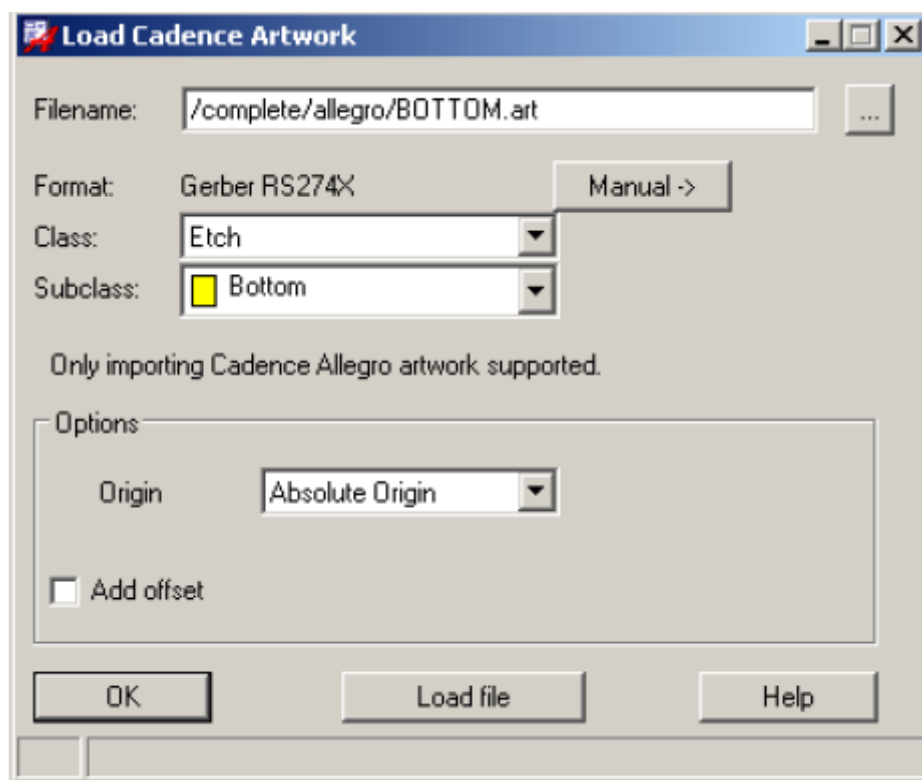

Рис. 21.65. Загрузка файла Artwork
2. Введите или найдите имя файла Artwork (.ART), который вы хотите загрузить в текстовом поле Filename. (рис. 21.65).
3. Выберите подкласс из выпадающего меню Subclass (рис. 21.65).